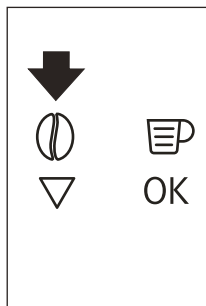

Fig. 15
- Después de utilizar la máquina con café premolido, para volver a hacer café con granos, desactive la función de café premolido pulsando la tecla táctil Ⓞ (B4) (Fig. 15).